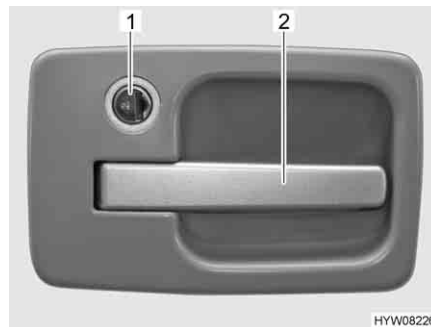

Fig. 26 Serratura della porta di ingresso, lato esterno
- Inserire la chiave nel cilindro della serratura (Fig. 26,1) e ruotarla sul simbolo "🔓". La serratura della porta è sbloccata.
- Tirare la maniglia della porta (Fig. 26,2). La porta è aperta.
- Inserire la chiave nel cilindro della serratura (Fig. 26,1) e ruotarla sul simbolo "🔒". La serratura della porta è bloccata.